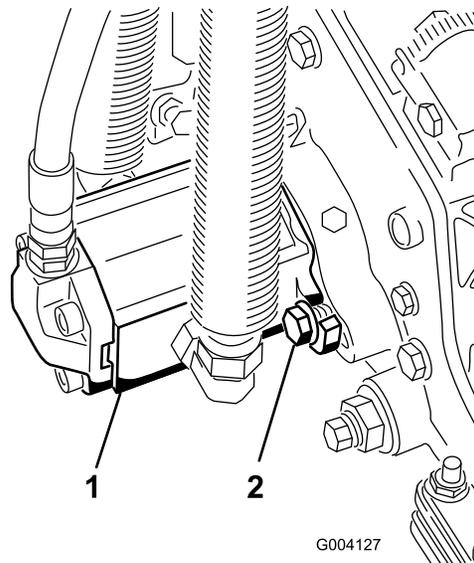

图13
16. 以顺时针旋转的方式插入马达，以使马达法兰与螺栓保持一定空隙（图13）。逆时针旋转马达，直至法兰环绕住螺栓，然后拧紧螺栓。